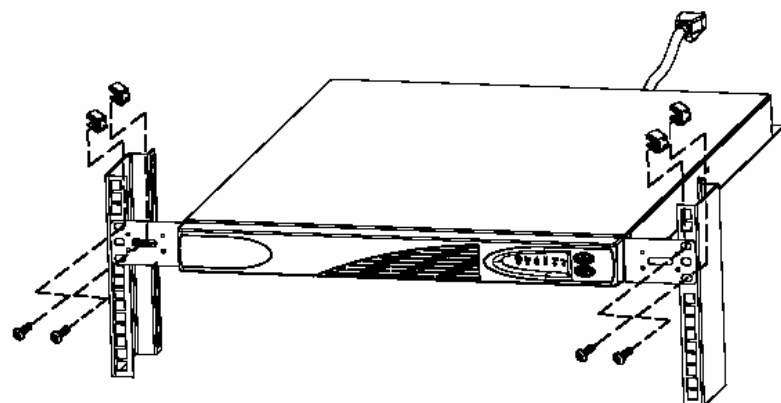

Figure 8 – Fixation de l'ASI dans un rack 23"
4. Après avoir installé le châssis ASI, fixez son avant au rack en utilisant le matériel fourni (2 vis M6 x 10 et 2 papillons sur chaque côté tel que le montre la figure 8).